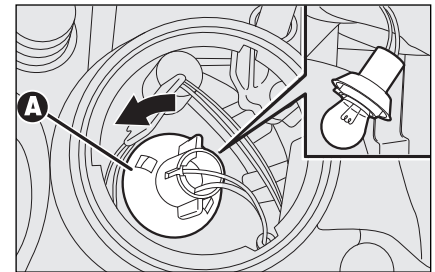

fig. 28
- draai de lamphouder **A-fig. 28**, verwijder de lamp en vervang de lamp;